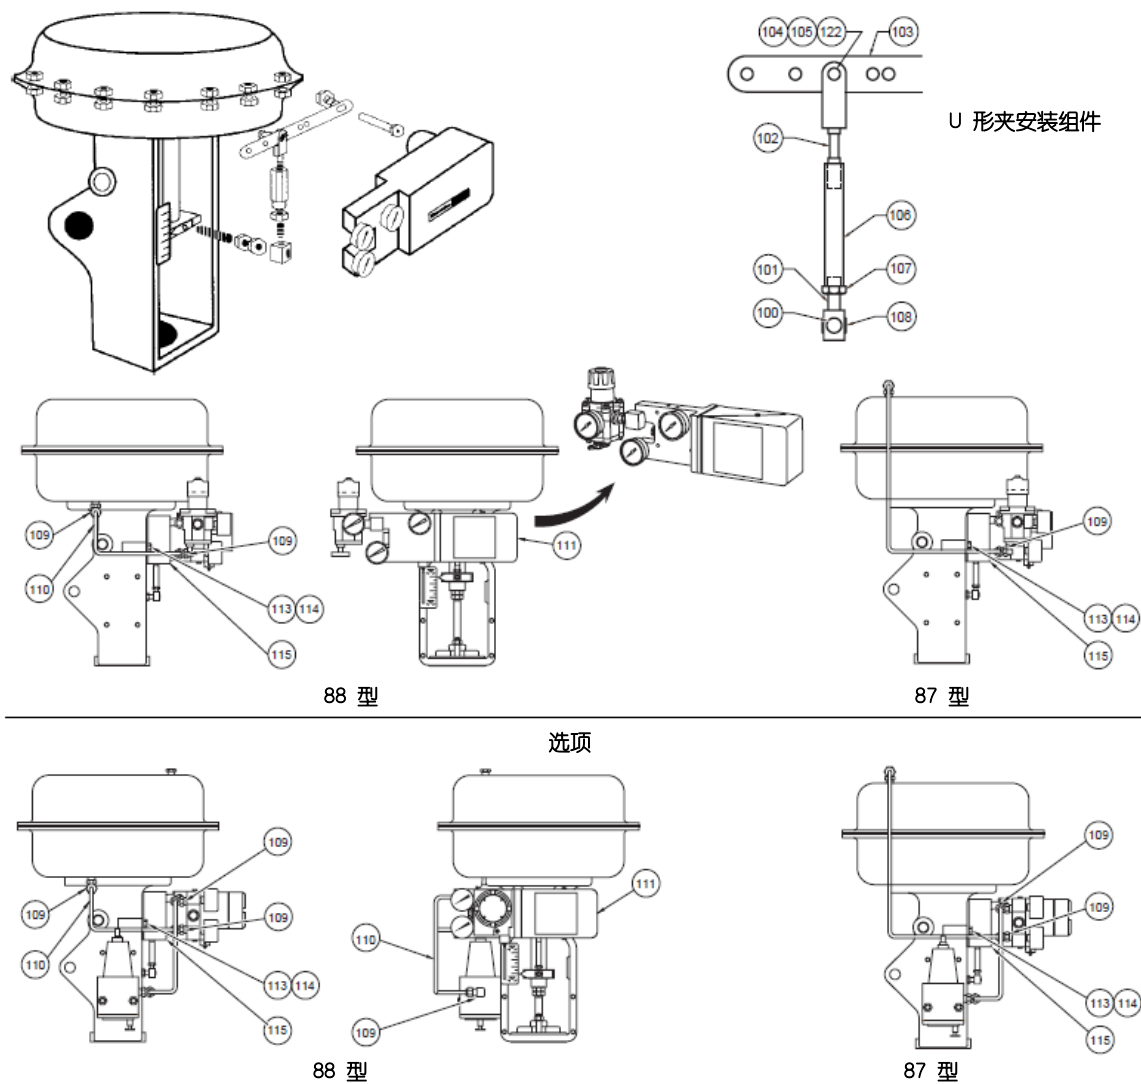

图 5 87/88 执行器
1. 在执行器上使用螺钉（113）和锁紧垫圈（114）、安装支架（115），开口位于支架右侧（图 5）。